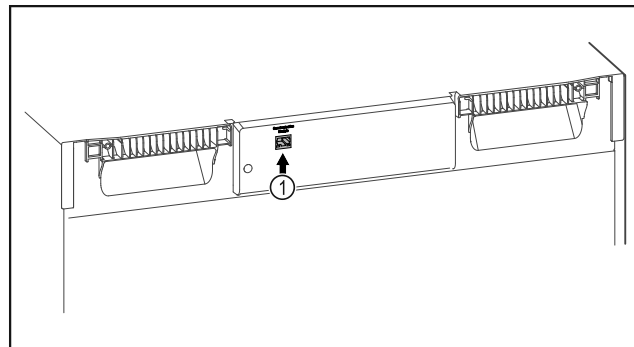

Fig. 102
- SmartModule Fig. 102 (1) ist eingesetzt.